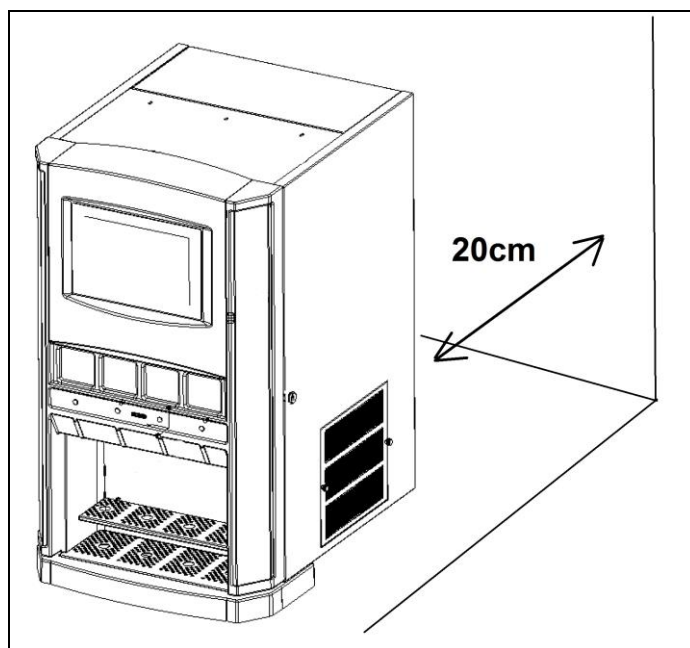

Fig. 11
b) Appoggiare l'apparecchio su una superficie orizzontale e solida facendo in modo che la carrozzeria dell'apparecchio sia ben areata (almeno 20 cm di spazio libero tutto intorno, fig.11), installare l'apparecchio in un ambiente asciutto ed evitare di installarlo vicino a fonti di calore. **La temperatura ambiente di utilizzo macchina deve essere compresa tra i 24°C e i 32°C.**